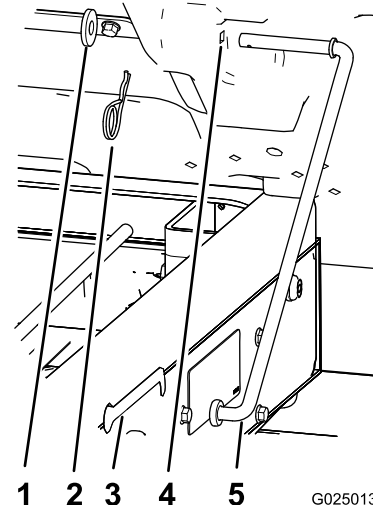

Bild 13
1. Entfernen Sie den Splint und die Scheibe, mit denen die Stützstange unten an der Ladepritsche befestigt ist (Bild 13).
2. Schieben Sie die Stützstange nach vorne, um sie aus der Halterung am Rahmen zu nehmen (Bild 13).